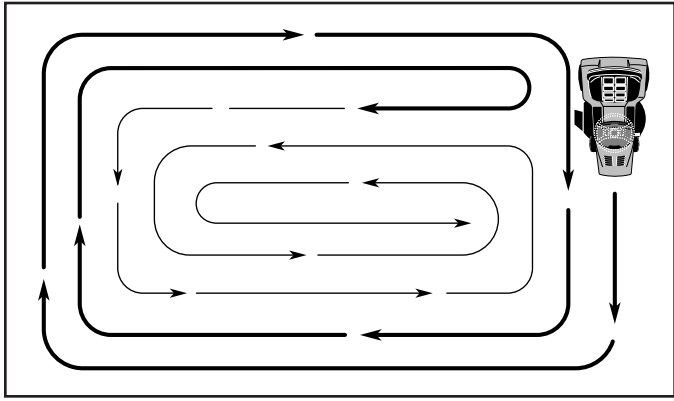

Fig. 13
- Al segar las áreas grandes, empiece girando a la derecha una o dos vueltas, siga en la dirección opuesta, haciendo virajes a la izquierda, hasta que termine (Vea Fig. 13).